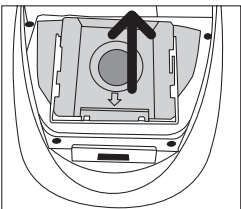

Fig. 4
2. La bolsa de papel dispone de un cierre higiénico del orificio de entrada para garantizar la máxima higiene. Al extraer la bolsa sujete ésta fuertemente de sus bordes laterales y tire hacia arriba del cartón central (fig. 4).